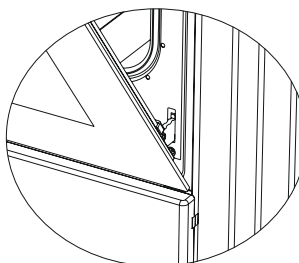

Figura 16.1
3. Em seguida, feche a porta da câmara de cozimento de modo a que esta assente no fecho da dobradiça, como mostra a figura 16.1.